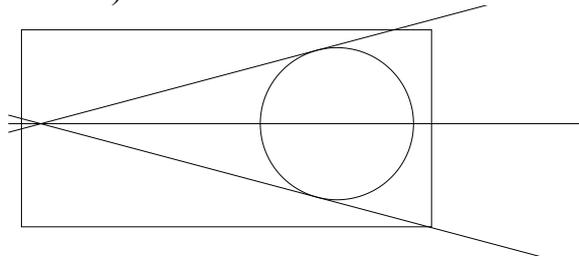

Рис. 6.3
Изображение (рис. 6.3):
9. Изображение отрезка BC (рис. 6.3) штриховой линией.